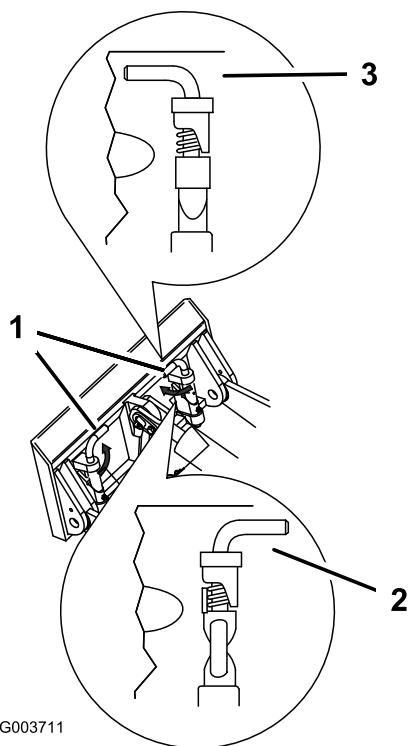

Figure 23
7. Engagez complètement les goupilles à fixation rapide dans la plaque de montage (Figure 23).